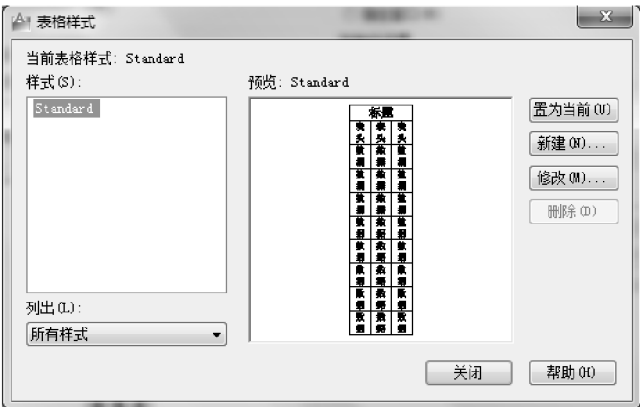

图 7-18 【表格样式】对话框
2) 单击表格样式后的【启动表格样式对话框】按钮, 屏幕上弹出如图 7-18 所示【表格样式】对话框。